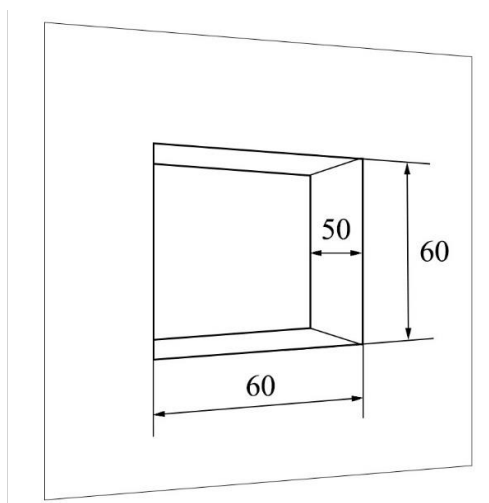

Рисунок 2 – Отверстие для размещения кабелей
- 2.2.1. В месте установки крепления вырезать отверстие ($B \times Ш \times Г = 60 \times 60 \times 50$ мм) для размещения кабелей (рисунок 2).
2.3.2. Подключить вызывную панель RV-3434 (алгоритм подключения описан в руководстве по эксплуатации для вызывной панели). Вызывную панель вставить в монтажные пазы крепления (рисунок 2), чтобы выступы крепления вошли под крепежную пластину панели. Четырьмя винтами **ISO M3×10** из комплекта поставки прикрутить панель к креплению с помощью отвертки **Torx t10**.